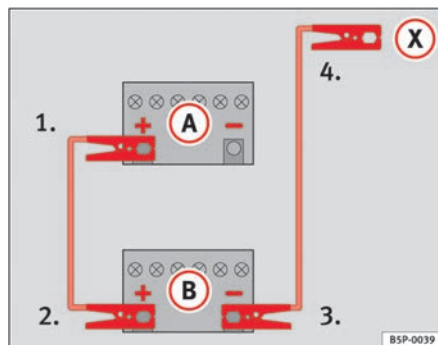

Fig. 237 Schema per il collegamento dei cavi per l'avviamento di emergenza
Nella ⇒ fig. 237 **A** indica la batteria scarica, e **B** la batteria carica.
- 1. Collegare un'estremità del cavo rosso al polo positivo ⇒ fig. 237 **+** del veicolo con la batteria scarica ⇒ ⚠.